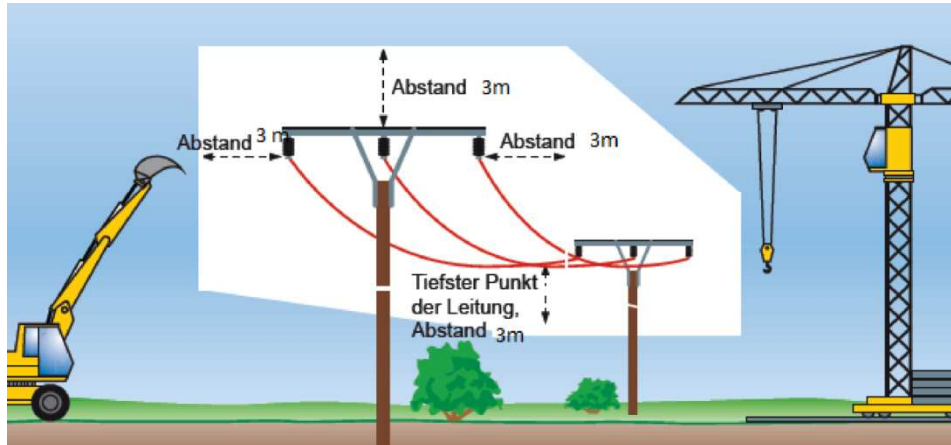

Abb.5 © EW Medien und Kongresse GmbH, Frankfurt am Main
- über 1.000 Volt bis 110.000 Volt Schutzabstand = 3 m nach allen Seiten (siehe Abb. 5),